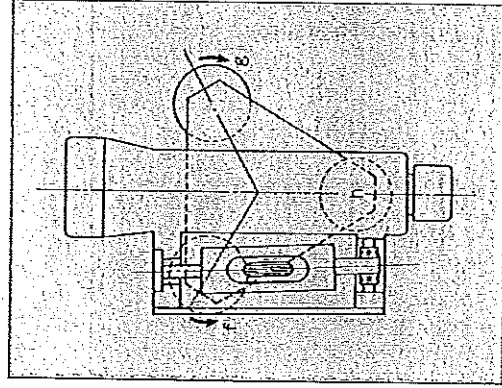
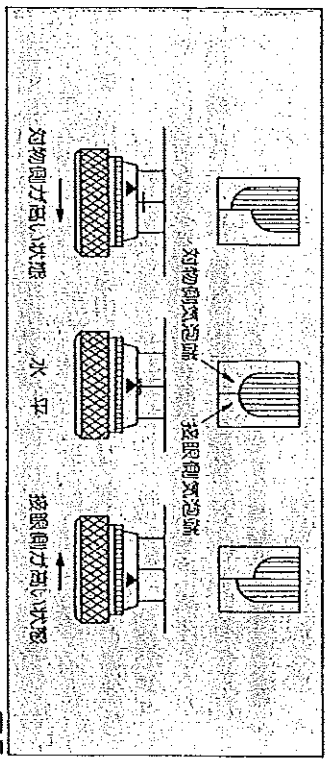

図6
図5
①整準ねじ f 及び g を図6の位置において、気泡合致の状態にし、速方において標尺を読み取ります。
②この状態から f ねじを1回転すれば、縦軸が左方に傾いて視軸は目標から外れ、標尺の読みはより低い(高い)所を示します。
③次に、g ねじを f と反対の方向に約1回転し、標尺の読みが最初の読みとほぼ同じになるようにします。
⑤ $B_0 - A_0 < B_d - A_d$ (最初の読みの差 < 2 回目の読みの差) ならば、 $AB = L$ 、 $AD = L'$ 、 $(B_d - A_d) - (B_0 - A_0) = d$ とすれば B 標尺上の $B_0 = B_d - d \left(\frac{L + L'}{L} \right)$ の点が水平位置の高さですから、 D 点からこの B_0 点をのぞいて、高低機動ねじにより十字線中央点を B_0 点に合わせますと、視線は水平になります。このとき気泡は当然移動しますから、(図5参照)、標測窓の気泡像の合致はくずれず。そこでプリズムをずらして、気泡像合致の調整をします。
●調整には、収納箱内のねじ回しで、気泡合致修正ねじを回し、プリズムを気泡の中央に移動させます。このとき気泡標測窓の中の左右の気泡端が移動するのが見えますから、図5の中央図のように、両気泡端像が合致するまで行います。これで視線と管形気泡管軸が平行に修正されたこととなります。この操作は一般の気泡調整の方法と異なっていますので、ちよつと奇妙にも思われますが、合致修正後の使用の際は、高低機動ねじで、望遠鏡及び気泡管を一体として傾けて、気泡像合致の状態にすれば、修正の際の関係を再現して視線は水平になるわけです。